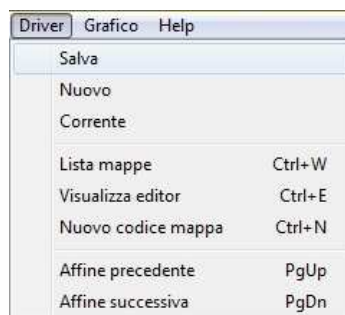

Figura 37: Menu *Driver*.
- Dal menu *Driver*, selezionare *Salva* (Figura 37).